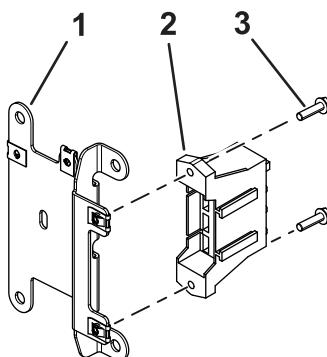

Figure 3
3. Fixez le porte-fusibles du faisceau sur la plaque de montage à l'aide de 2 vis (n° 10 x $\frac{3}{4}$ po), comme montré à la Figure 3.